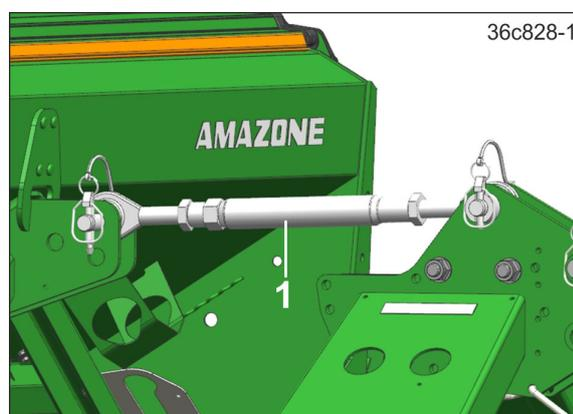

Fig. 137
11. Den Oberlenker (Fig. 137/1) entfernen.